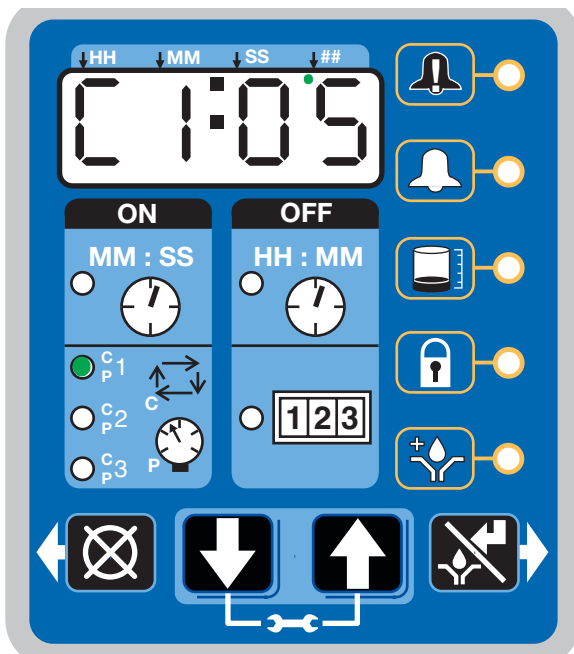

FIG. 49
- L'affichage indique le capteur (C1, C2, C3) et les cycles restants pour ce capteur (FIG. 49).
L'exemple illustré à la FIG. 49 montre le capteur C1 avec 5 cycles restants.